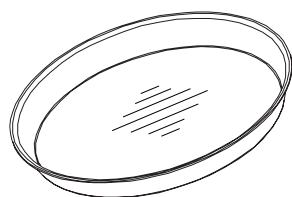

Fig. 11
• **Le PLAT CRAQUINE: (Fig.11)**